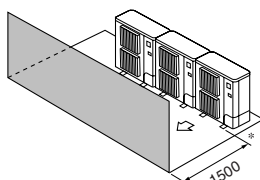

Fig. 2-10
- ③ Εμπόδια στην μπροστινή πλευρά μόνο (Fig. 2-10)